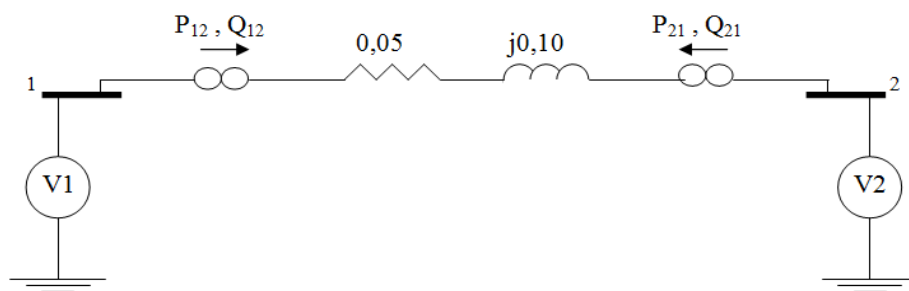

Figura 1
1) Considerando o sistema mostrado na Figura 1, estime θ_2 , V_1 e V_2 , através do estimador WLS Desacoplado Rápido (versão b-x), sendo: